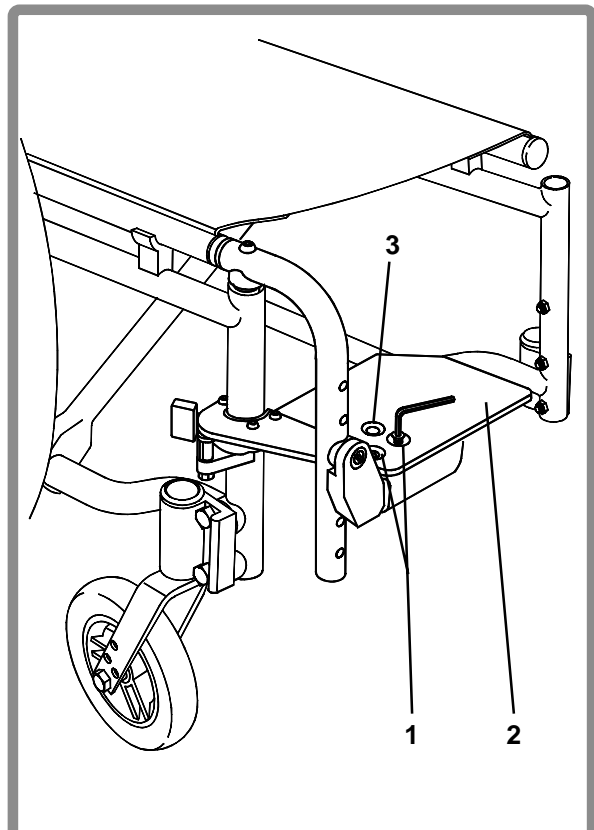

Fig. 26
Voor het afstellen van de hoek van de voetplaat (Fig. 26), draait u de twee bevestigingsschroeven (1) zover los dat de voetplaat (2) kan draaien. (Gebruik een 4mm inbussleutel). Draai de voetplaat in de gewenste hoek en draai de schroeven weer vast op een aanhaalmoment van 7-12Nm.
De voetplaat kan ook naar voren of achteren geplaatst worden (Fig. 26). Verwijder de schroeven (1), verplaats de voetplaat (2) naar voren en stel de twee achterste gaten (3) in de voetplaat af op één lijn met de gaten in de geleider (4). Plaats de schroeven terug en draai ze vast op een aanhaalmoment van 7-12Nm.